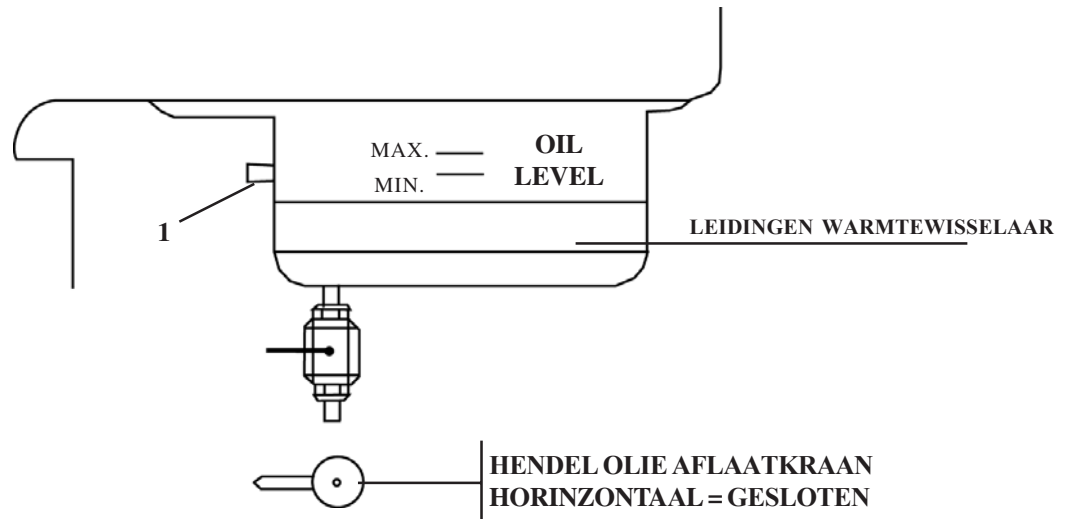

Fig. 8
- Verwijder het olie reservoir. (Fig. 8 post 1)